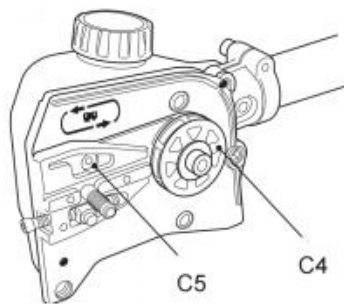

Fig. 70
2. Controleer de smeropening (C5) op verstopping en reinig deze indien nodig om een goede smering van de geleiderail en de zaagketting tijdens gebruik te garanderen. Gebruik een zachte draad die klein genoeg is om in de olieafvoeropening te steken (fig. 70).